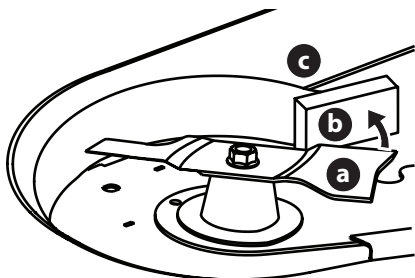

Fig. 43
- Envuelva un extremo de la cuchilla (a) con un paño y sujétela para evitar que gire, o inmovilice la cuchilla (a) colocando un bloque de madera (b) entre la cuchilla (a) y el alojamiento de la plataforma (c) (Fig. 43).